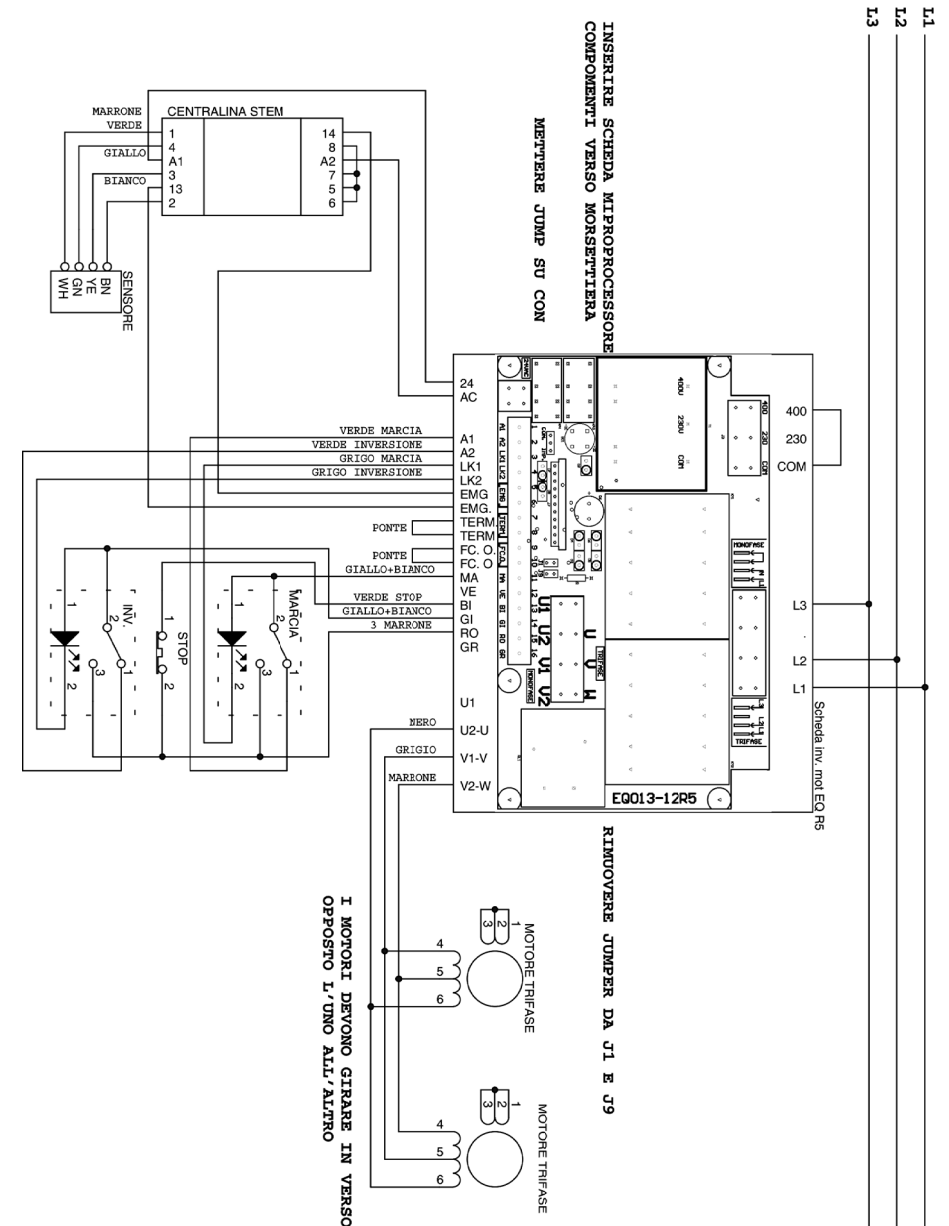

Fig. 2.4.1
La surface sur laquelle on doit installer la machine doit être horizontale et solide et le plan d'appui doit être en mesure de supporter le poids de la machine en toute sécurité. Il faut en outre laisser un large espace autour de la machine en tenant compte des dimensions indiquées dans la Fig. 2.4.1. Ceci facilite la manoeuvrabilité pendant le travail et garantit l'accès pour les interventions d'entretien.
2.4.1 - Schéma électrique triphasé à 400V (Fig. 2.4.1)